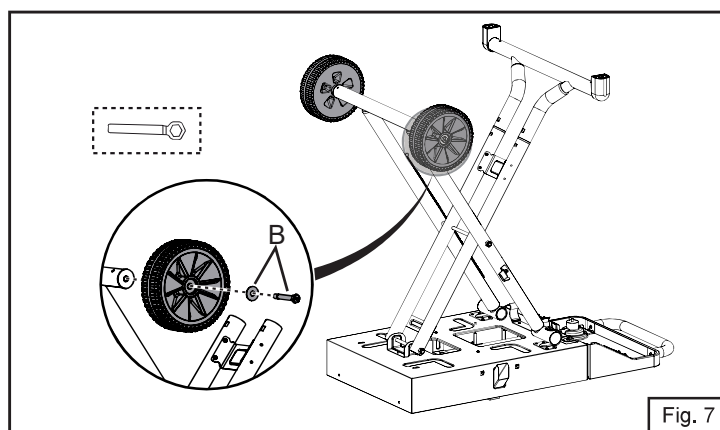

Fig. 7
7. Utilisez la clé pour fixer chaque roue à l'essieu en utilisant un boulon et une rondelle (Fig. 7).